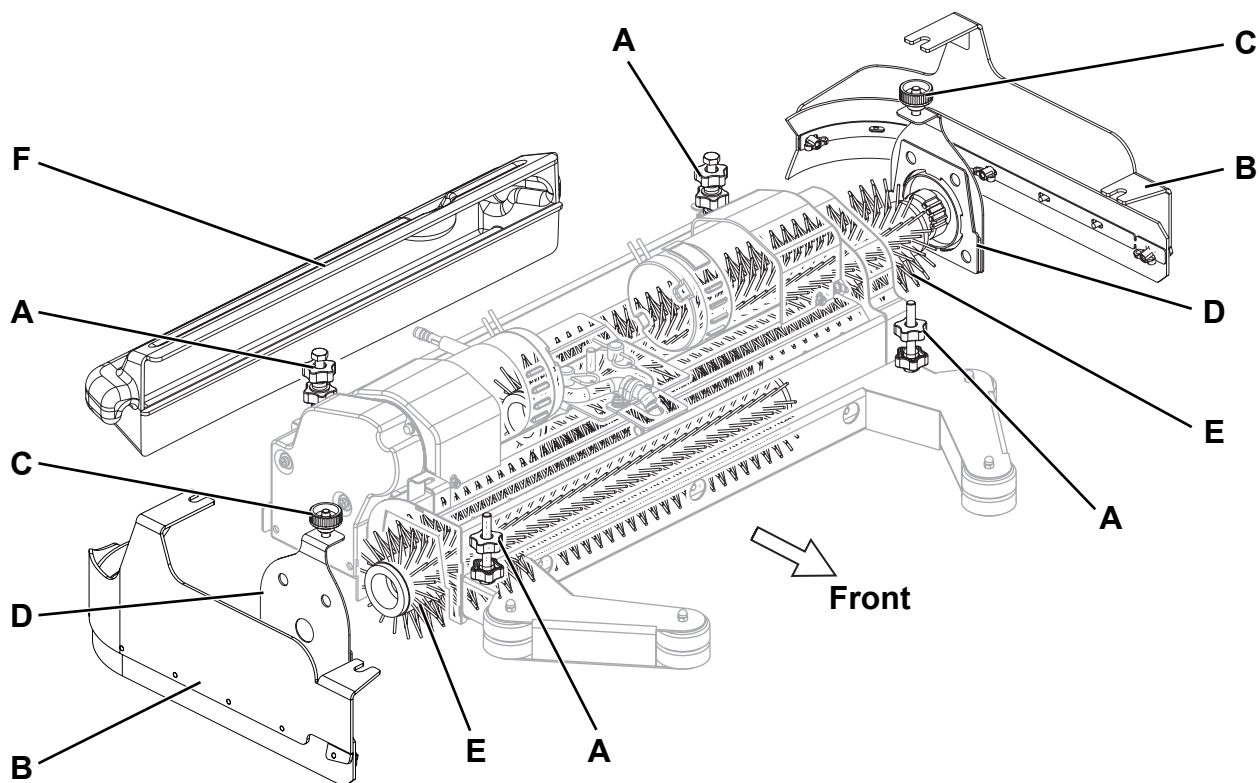

Рис. 2
2. Поднимите платформу, нажав кнопку One-Touch (67).
3. Поверните ключ зажигания (58) в положение «0» и извлеките его.
4. С обеих сторон машины открутите ручки (A, Рис. 2) и снимите детали боковой юбки (B).
5. Открутите ручки (C) и снимите крышки (D), нажав на ручки.
6. Установите цилиндрические щетки (E) или снимите их, чтобы установить новые щетки. Цилиндрические щетки следует устанавливать на обеих сторонах.
7. Установите крышки (D) и затем закрепите их с помощью ручек (C).
8. Установите боковые юбки в сборе (B) и закрепите их с помощью ручек (A).